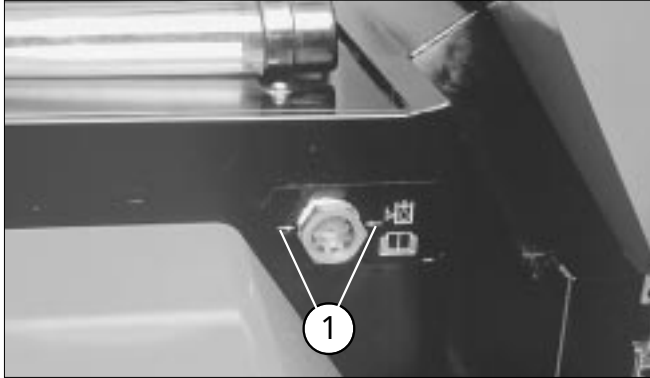

図6
1. 火傷を負わないように注意しながらラジエーターキャップ（図6）を開ける
1. 燃料タンクのキャップを開ける（図6）。